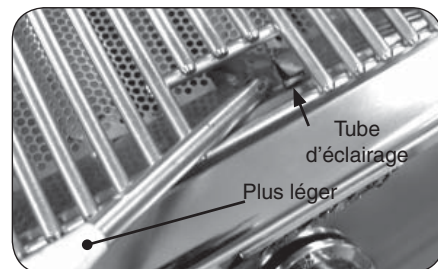

Fig. 22-2 - Éclairage manuel
2. Passez un allumeur brûlant de butane de long-baril ou une allumette brûlante de long-tige dans la grille à cuire s'ouvrant au dessus du tube d'éclairage. (Fig. 22-2). Pour des backburners, tenez la flamme contre le surface du backburner. Pour des sideburners, tenez la flamme contre le brûleur.
4. Si le brûleur ne s'allume pas, enfoncez immédiatement le bouton et tournez la valve à AU LOIN. ATTENDEZ CINQ (5) MINUTES avant de répéter les étapes 2 à 4 des instructions manuelles d'éclairage.